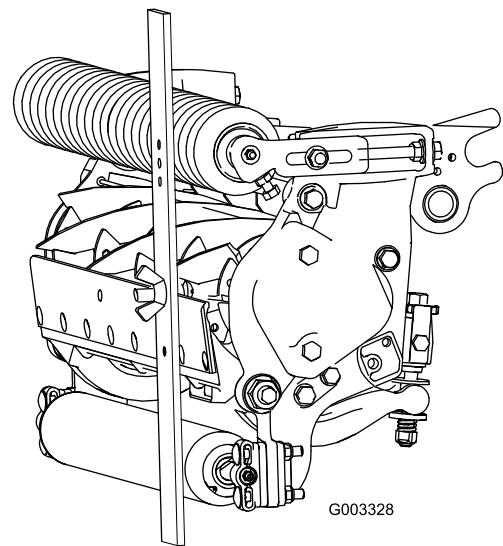

Bild 16
3. Haken Sie den Schraubenkopf an die Schnittkante des Untermessers ein, und stützen Sie das hintere Ende des Trägers auf der hinteren Rolle ab (Bild 16).
4. Drehen Sie die Einstellschraube, bis die vordere Rolle die Messlehre berührt (Bild 16). Stellen Sie beide Enden der Rolle ein, bis die ganze Rolle parallel zum Untermesser ist.